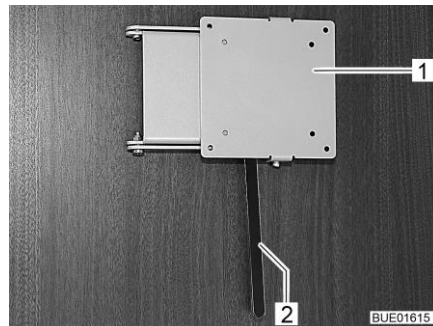

Fig. 111 Support avec levier de déverrouillage
- Pousser le levier de déverrouillage (Fig. 111,2) sur le côté et pivoter le support (Fig. 111,1) et l'écran plat pour les amener en position souhaitée.
- Pivoter l'écran plat en sens inverse, jusqu'à ce que le support (Fig. 111,1) s'enclenche dans le verrouillage.